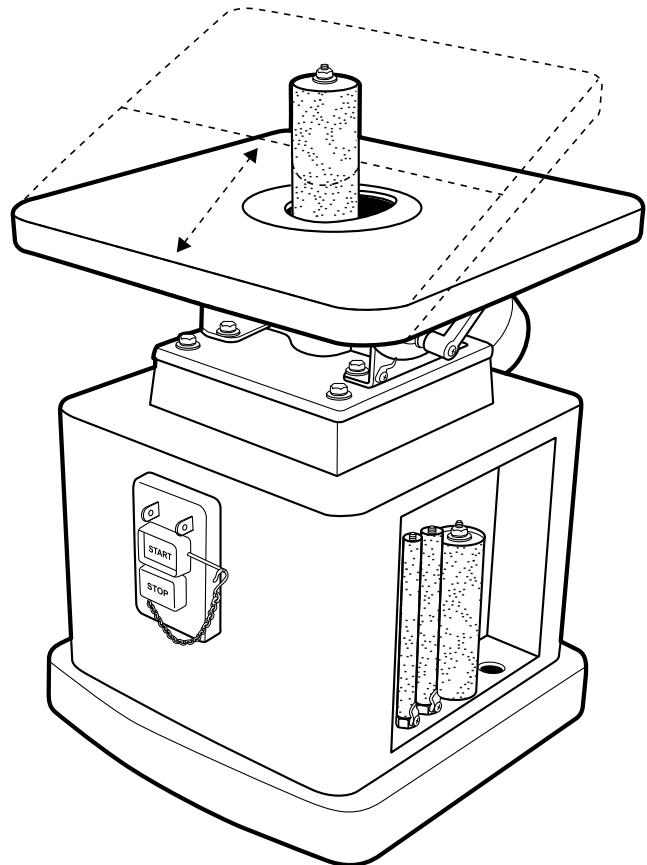

FIGURA 9
- Sostenga la pieza de trabajo con firmeza y trabaje de pie en una posición estable. Cuando la mesa está completamente horizontal (90°), usted puede lijar desde cualquier parte de la mesa. Cuando la mesa está inclinada, cerciórese de que la pieza esté posicionada en la mitad delantera de la mesa. Consulte la Figura 9.